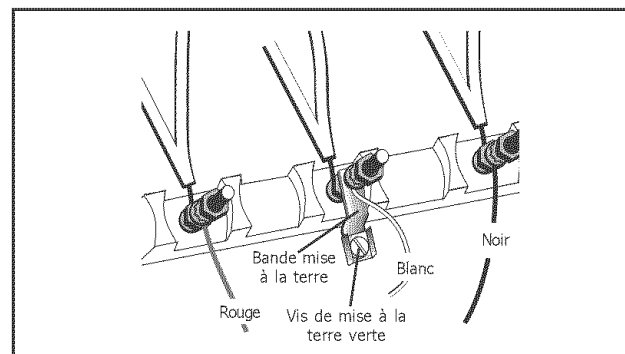

Figure 8
7. Serrer toutes les connexions de façon sécuritaire et mettre le couvercle du bloc de bornes. (Voir figure 8).